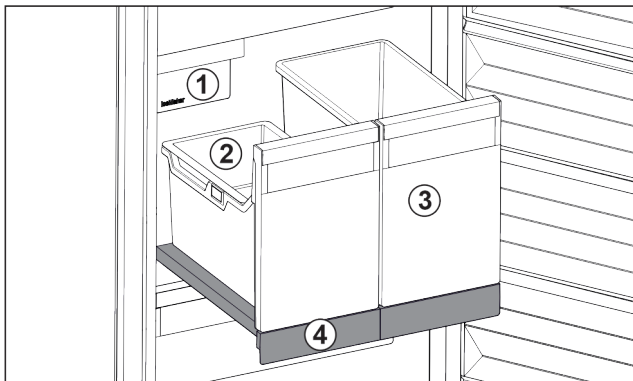

Fig. 193 Выдвижная панель с IceTower
- (1) IceMaker
- (2) Подвесной лоток для кубиков льда
- (3) Контейнеры для пиццы, алкогольных напитков
- (4) Выдвижная панель
На выдвижной панели находятся два высоких контейнера (IceTower). В контейнере Fig. 193 (2) собираются и хранятся кубики льда из IceMaker. Контейнер Fig. 193 (3) подходит для хранения высоких продуктов, таких, как пицца или алкогольные напитки.